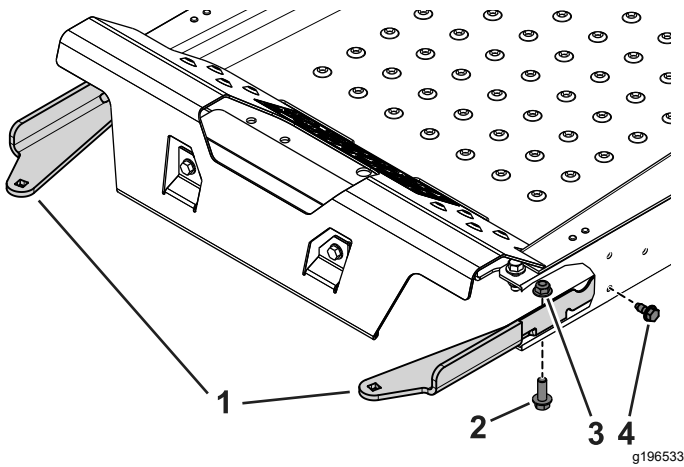

Bild 3
2. Befestigen Sie die linken und rechten Ballastfachbefestigung mit den zwei Blechschauben (5/16" x 3/4"), zwei Schrauben (3/8" x 1 1/4") und Bundmuttern (3/8") an der Maschine (Bild 3).